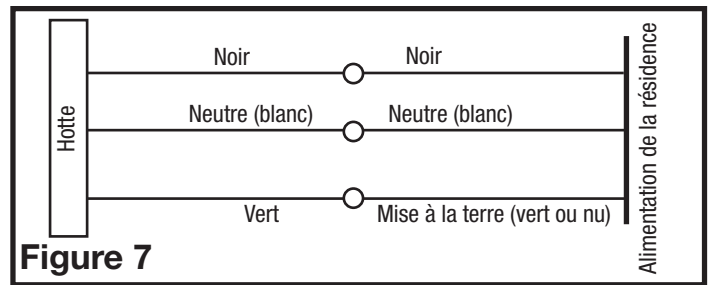

Figure 7
1. Connecter le fil lâche Noir de la hotte de cuisine au fil Noir de l'alimentation, et le fil lâche Blanc de la hotte au fil Blanc de l'alimentation. Connecter le fil de mise à la terre (vert ou dénudé) de l'alimentation à la fil de mise à la terre de la hotte (vert). Utiliser des méthodes de connexion approuvées pour toutes les connexions (Figure 7).